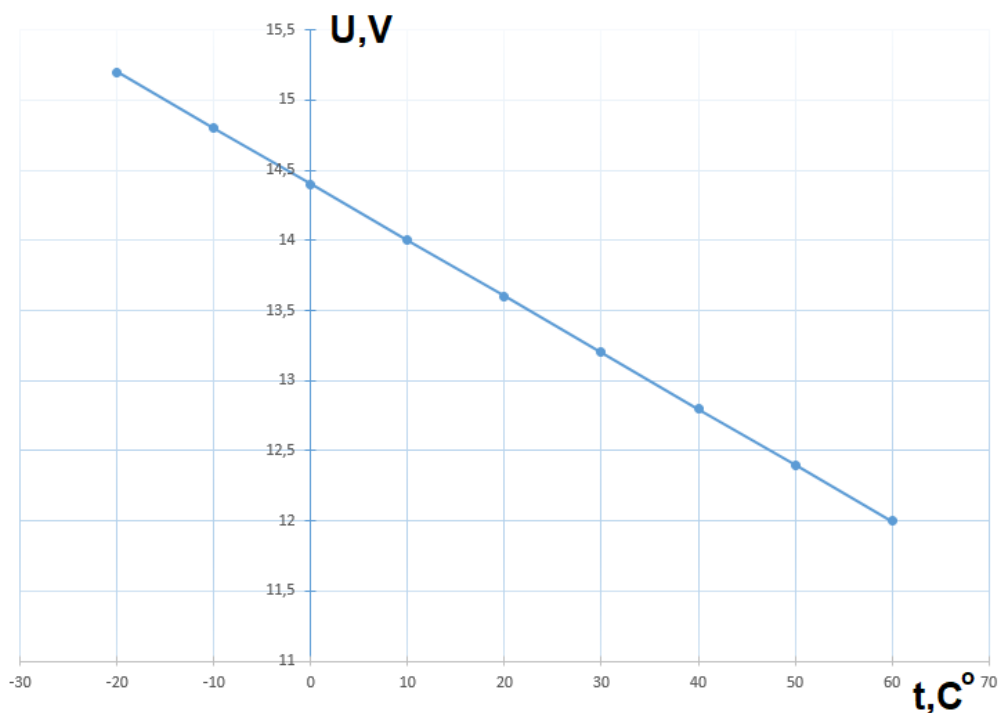

Рис. 2.1 Температурна залежність напруги повного заряду АБ
2.11 Прилад забезпечує автоматичну підзарядку АБ і захист від її неправильного підключення. Проводиться корекція кінцевої напруги повного заряду АБ в залежності від температури (рис. 2.1).